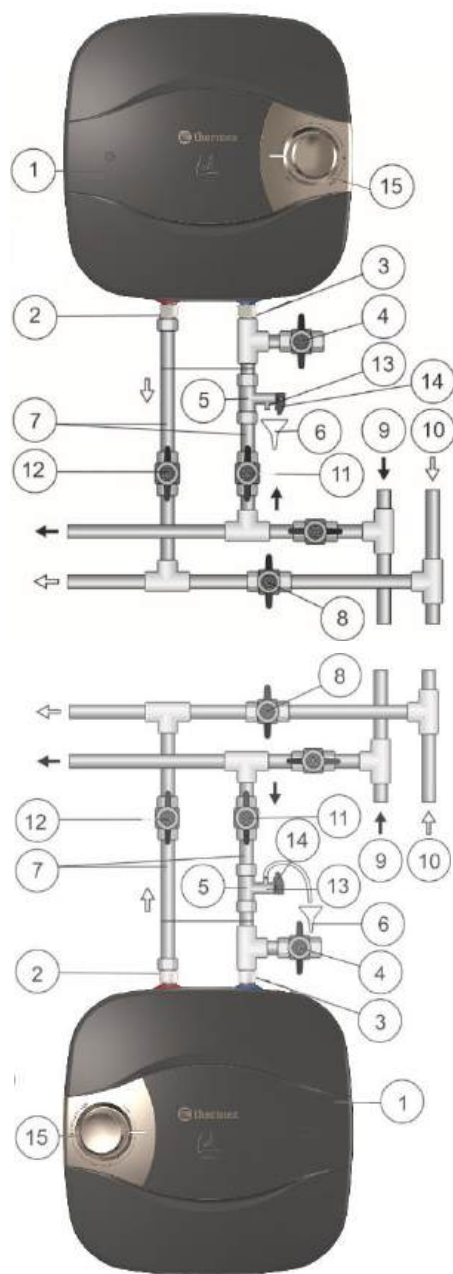

Рисунок 1-2. Схема подключения ЭВН к водопроводу сверху и снизу
Внутренний бак имеет специальное биостеклофарфоровое покрытие, надежно защищающее внутреннюю поверхность от химической коррозии и, как следствие, длительный срок эксплуатации. Пространство между внешним корпусом и внутренним баком заполнено пенополиуретаном - современной, экологически чистой теплоизоляцией, обладающей наилучшими характеристиками теплосбережения. Модели THERMEX Lodi имеют два резьбовых патрубка: для входа холодной воды (Рис. 1-2, п. 3) с синим кольцом и выхода горячей воды (Рис. 1-2, п. 2) - с красным кольцом. На лицевой стороне ЭВН, во всех моделях, находится панель управления (Рис. 1-2, п. 15).
Предохранительный клапан (Рис. 1-2, п. 5) выполняет функции обратного клапана, препятствуя попаданию воды из водонагревателя в водопроводную сеть в случаях падения в последней давления и в случаях возрастания давления в баке при сильном нагреве воды, а также функции защитного клапана, сбрасывая избыточное давление в бак при сильном нагреве воды. Во время работы водонагревателя вода может просачиваться из выпускной трубы предохранительного клапана для сброса излишнего давления, что происходит в целях безопасности водонагревателя. Эта выпускная труба должна оставаться открытой для атмосферы и быть установлена постоянно вниз и в незамерзающей окружающей среде.
Необходимо обеспечить отвод воды из выпускной трубы предохранительного клапана (Рис. 1-2, п. 5) в канализацию, предусмотрев при монтаже ЭВН соответствующий дренаж (Рис. 1-2, п. 6).
Необходимо регулярно (не реже одного раза в месяц) проводить слив небольшого количества воды через выпускную трубу предохранительного клапана (Рис. 1-2, п. 13). в канализацию для удаления известковых осадков и для проверки работоспособности клапана. Для открывания клапана он снабжен ручкой (Рис. 1-2, п. 5). Необходимо следить, чтобы во время работы ЭВН эта ручка находилась в положении, закрывающем слив воды из бака.
Установить предохранительный клапан (Рис. 1-2, п. 5) на входе холодной воды (Рис. 1-2, п. 3), помеченном синим кольцом, закрутив на 3,5 - 4 оборота, обеспечив герметичность соединения любым уплотнительным материалом (льном, лентой ФУМ и др.).
Подключение к водопроводной системе может производиться только в вертикальном положении патрубками вниз (О) или патрубками вверх (U) в соответствии с Рис. 1-2. Установка в ином положении недопустима, так как это может вызвать выход ЭВН из строя и снятие изделия с гарантии.
Рисунок 1-2: 1 – ЭВН, 2 – патрубок горячей воды, 3 – патрубок холодной воды, 4 – сливной вентиль, 5 – предохранительный клапан, 6 – дренаж в канализацию, 7 – подводка, 8 – перекрыть вентиль при эксплуатации ЭВН, 9 – магистраль холодной воды, 10 – магистраль горячей воды, 11 – запорный вентиль холодной воды, 12 – запорный вентиль горячей воды, 13 – выпускная труба предохранительного клапана, 14 – ручка для открывания предохранительного клапана, 15 – панель управления.
После подключения откройте вентиль подачи холодной воды (Рис. 1-2, п. 11) в ЭВН, кран выхода горячей воды из ЭВН (Рис. 1-2, п. 12) и кран горячей воды на смесителе, чтобы обеспечить отток воздуха из водонагревателя. При конечном заполнении ЭВН из крана смесителя непрерывной струей потечет холодная вода. Закройте кран горячей воды на смесителе.
Примечание: для облегчения обслуживания ЭВН в процессе эксплуатации рекомендуется установка сливного вентиля (Рис. 1-2, п. 4) в соответствии с рис. 1 (для моделей, не оборудованных сливным патрубком (не входит в комплект поставки ЭВН)).